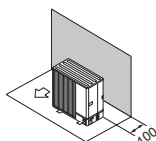

Fig. 2-6
- (1) Ostruzione o superficie chiusa solo sul retro (Fig. 2-6)